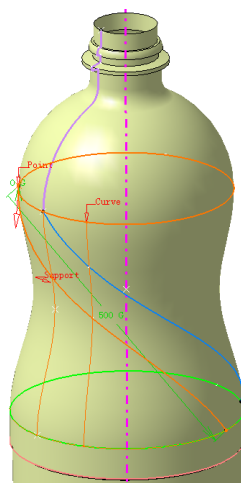
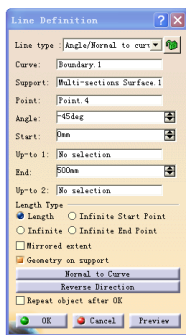

图 4-481
图 4-482
② 重复步骤①的操作，如图 4-481 所示，在 Point 文本框中输入 Point.4，其余与步骤①相同。单击 OK 按钮完成第二条直线的建立，结果如图 4-482 所示。